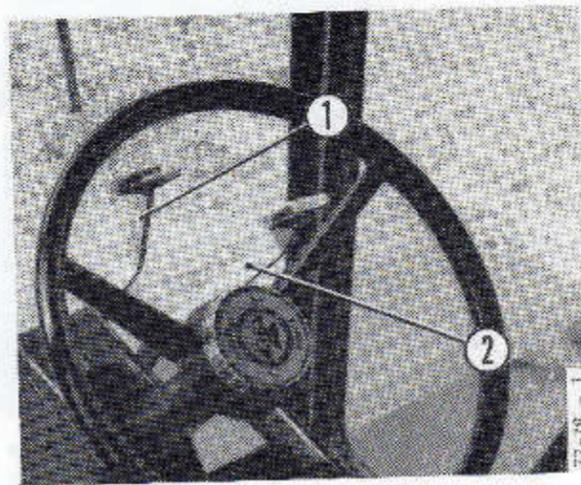

Fig. 18
**Leviers de vitesses (1 et 2 fig. 18)**